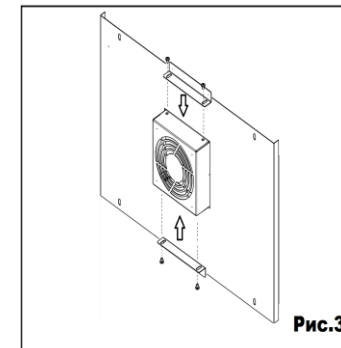
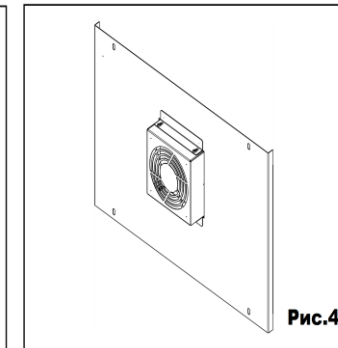

Рис.3
Рис.4
- 5.2 С помощью винтов и крепежных уголков зафиксируйте вентиляторный блок (Рис.3 и Рис.4).